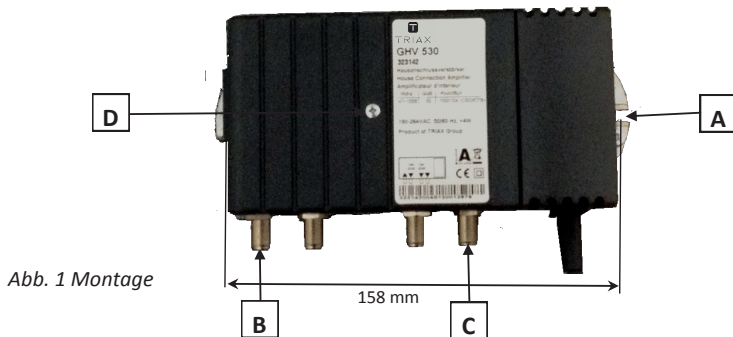

Abb. 1 Montage
- ☞ Schrauben Sie den Verstärker gemäß Bemaßung (siehe Abb. 1) an die Wand (Schrauben- \varnothing max. 4.8 mm, Abstand der Bohrungen 158 mm)
Entfernen Sie den Gehäusedeckel mittels Zentralschraube D (siehe Abb. 1)